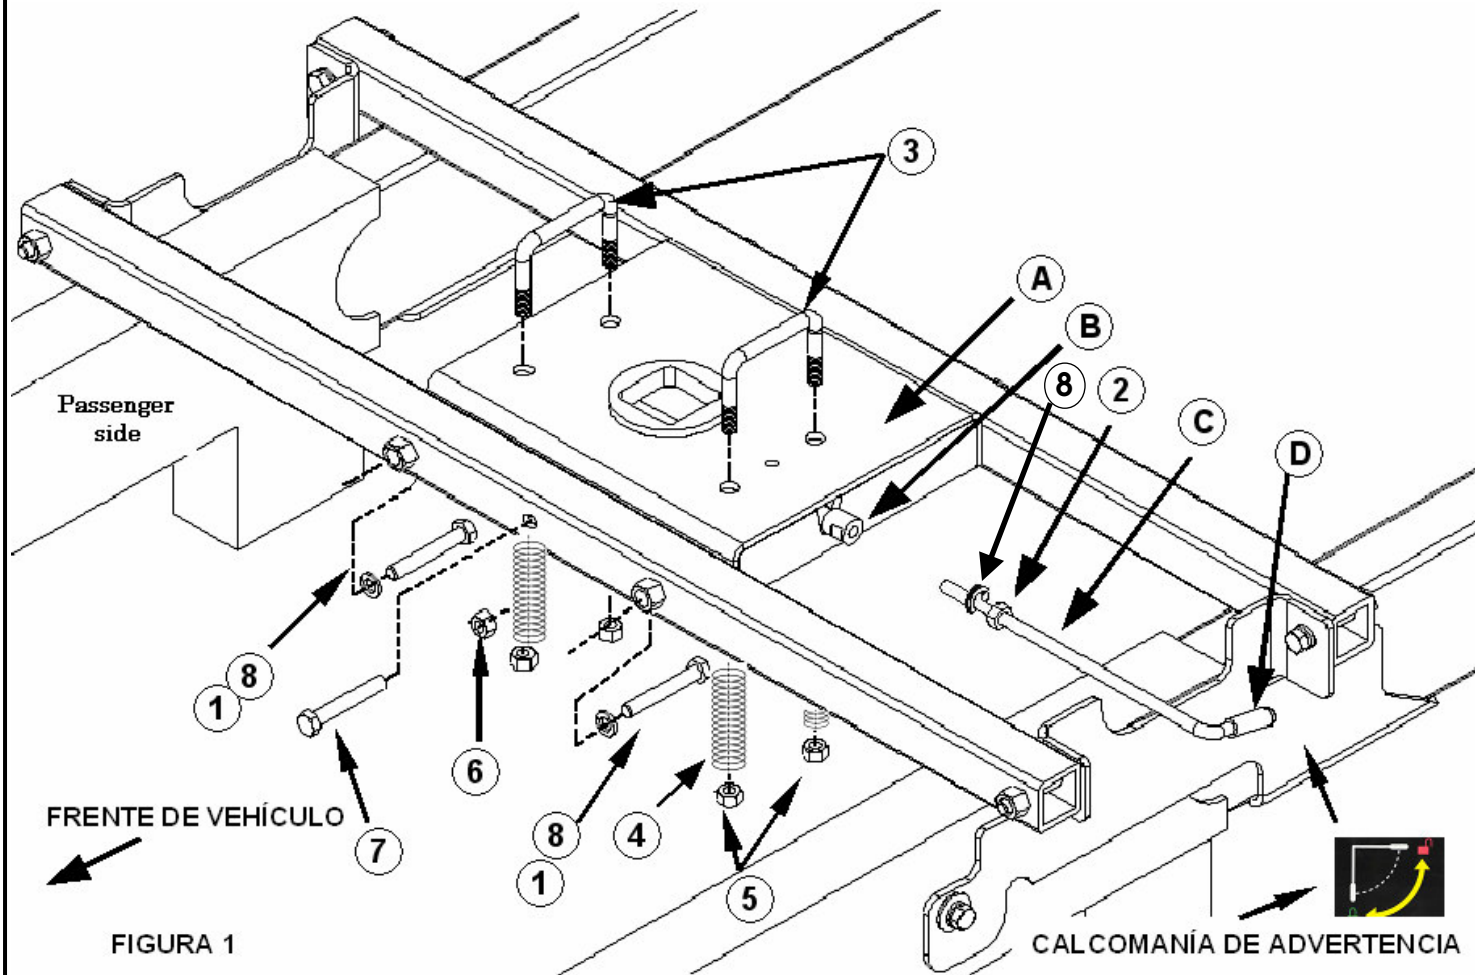

FIGURA 1
2. Instale ambos pernos centrales (perno 1/2"-13 x 2.75") en los largueros primero. Las roscas estarán hacia el centro del enganche. Ver figura 1 parte #7.
3. Instale la unidad de la cabeza en el camión como se muestra en la figura 1. Inclinar ligeramente los largueros ayudará con el procedimiento de instalación.
5. Instale el resto de las piezas de 1/2" que se incluyen como se muestra en la figura 1. El larguero posterior es igual que el larguero delantero.
8. Instale el agarre de la manija al deslizarla por encima de la manija como se muestra en la figura 1.
12. Para instalar los pernos en U de la cadena de seguridad, es necesario perforar cuatro orificios de 9/16" a través de la cama del camión. Desde el lado inferior del vehículo, localice los cuatro orificios a perforar. Consulte la figura 1. Perfóre los cuatro orificios 9/16" desde el lado inferior del camión usando como pilotos los orificios de espacio en la cabeza de ganso oculta.
13. Desde arriba, inserte los dos pernos en U en los orificios perforados. Consulte la figura 1. Desde el lado inferior del camión instale los cuatro resortes y las cuatro tuercas de bloqueo de 1/2". Apriete las tuercas de bloqueo de 1/2" hasta que dos roscas completas se salgan por debajo de las tuercas de bloqueo.